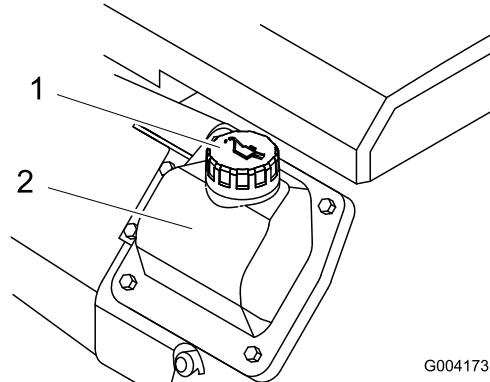

Figura 15
8. Si el nivel de aceite es bajo, límpie alrededor del tapón de llenado y retire el tapón (Figura 15).